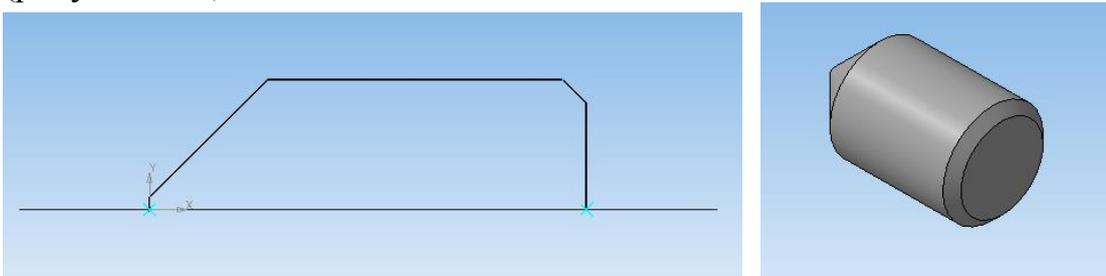

Рисунок 117.
3. Разрушьте и отредактируйте изображение (рисунок 117).
4. Выберите команду «*Операция вращения*», создайте тело вращения (рисунок 117).